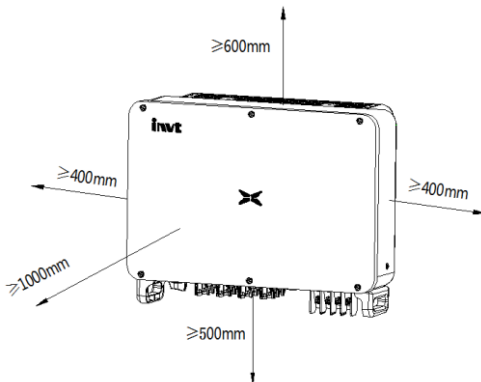

图 4.4 逆变器安装间距
(3) 安装多台逆变器时，需要在逆变器之间预留一定的间距，左右间距如图 4.4 所示,同时逆变器上下部分均需留出足够的距离,以便确保其散热良好。